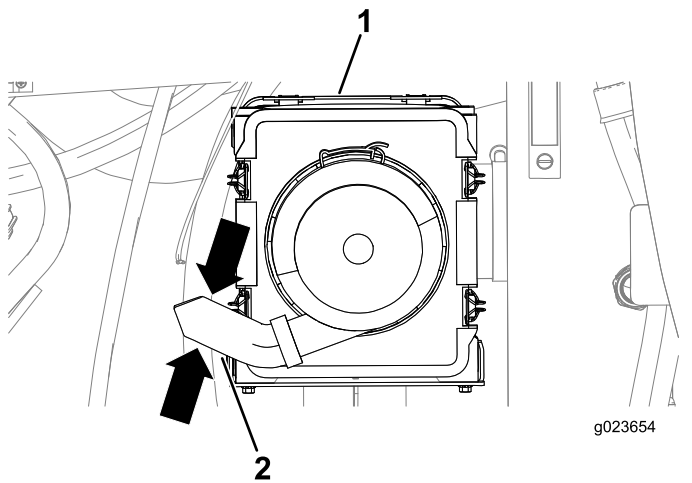

Figura 87
3. Apriete los lados de la válvula de polvo situada en la tapa del limpiador de aire para vaciar el agua, el polvo y la suciedad de la válvula (Figura 87).